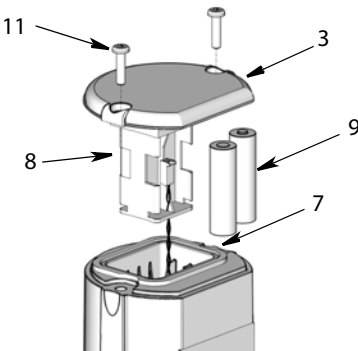

Рис. 9
1. Отверните два винта (11) и снимите крышку (3) (Рис. 9).
2. Аккуратно выньте держатель батарей (8) из КИП уровня цистерны на расстояние, достаточное для установки батарей (Рис. 9).